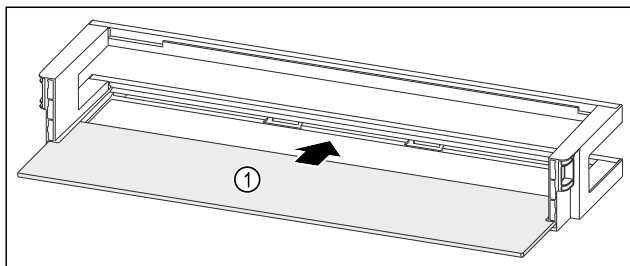

Fig. 118 Dveřní přihrádka s odkládací plochou
- Odkládací plochu Fig. 118 (1) zasuňte do bočních vybrání.